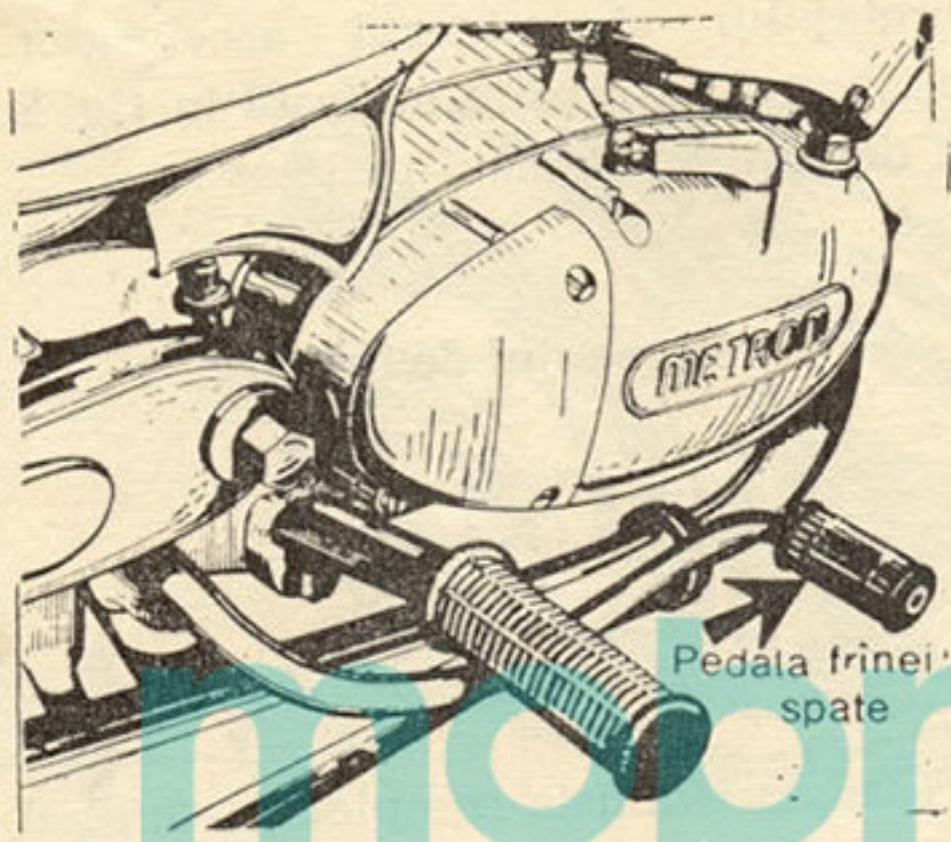

Fig. 9
2. Acționați ambele frâne progresiv, și veți putea opri motoreta fără pericol de dera-pare; pe drumuri alunecoase sau cu suprafața acoperită cu materiale granuloase, utilizați atent numai frâna spate (fig. 9).